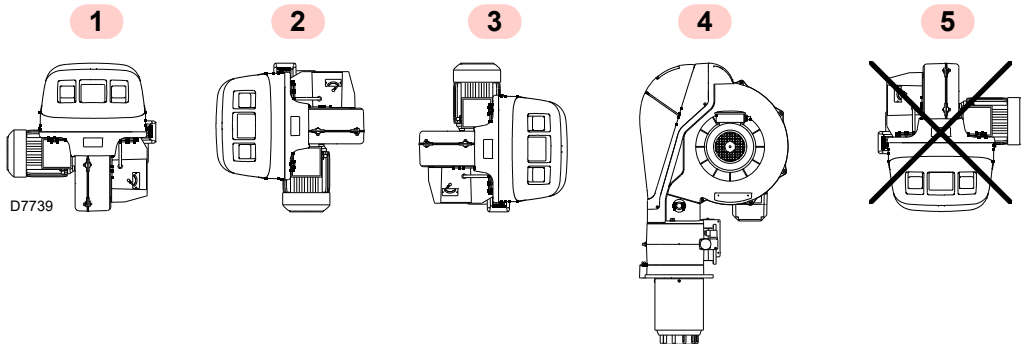

Fig. 10
- El quemador está preparado exclusivamente para funcionar en las posiciones **1, 2, 3 y 4** (Fig. 10).